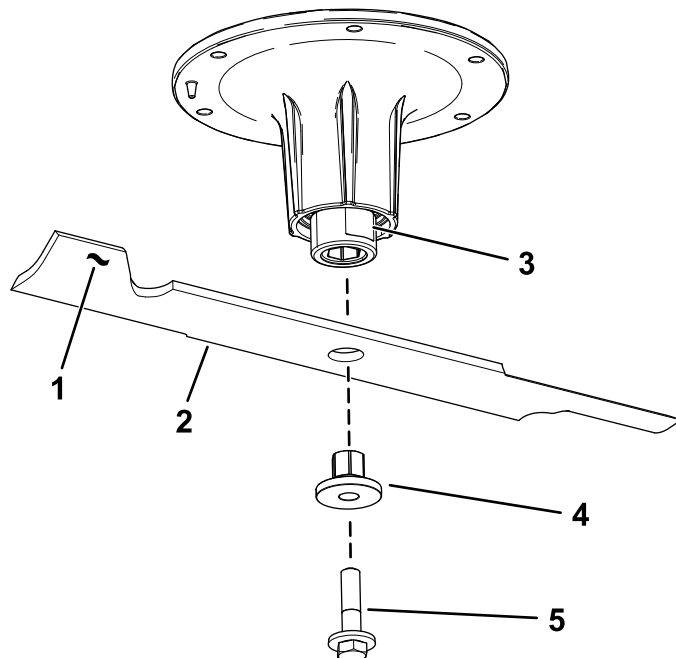

Bild 70
2. Entfernen Sie die Messerschraube, Buchse und das Messer von der Spindelwelle (Bild 70).